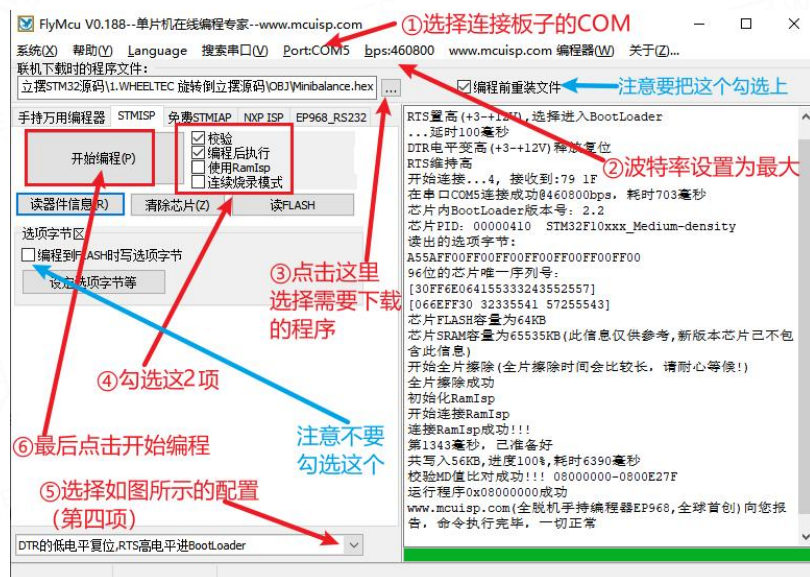

图 6-2 ISP 软件设置
③连接小车，打开附送资料的 FlyMCU 软件，进行如图 6-2 的设置。程序文件在相应的工程文件下的 OBJ 文件夹里，后缀为.hex。